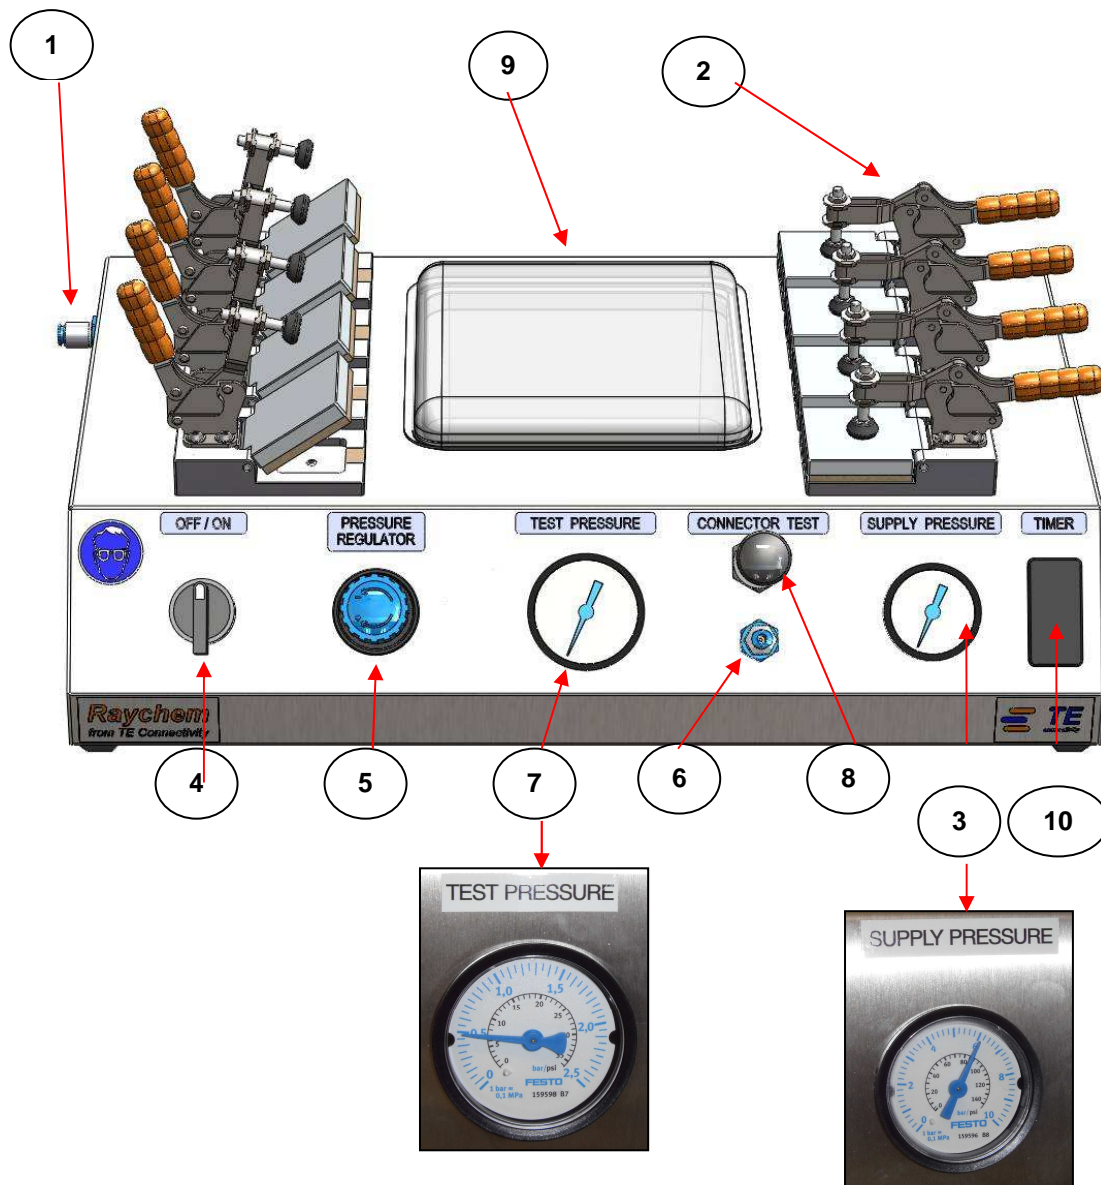

Abbildung 5. Frontplatte und Draufsicht
2.5 Anschluss Druckluft (Pos. 1 / Abbildung 5)
Verbinder-Test (Pos. 8 / Abbildung 5)
Knebelklemmen (Pos. 2 / Abbildung 5)
Hauptschalter (Pos. 4 / Abbildung 5)
Druckregler (Pos. 5 / Abbildung 5)
Der Druckregler ist ein an der Frontplatte vorgesehener Drehschalter, der den Luftdruck, der den Knebelklemmen und der Anschlussstelle für den Verbinder-Test zugeführt wird, beschränkt. Wenn dieser Schalter im Uhrzeigersinn gedreht wird, wird der zugeführte Testdruck auf **maximal 2,5 bar** erhöht (siehe *Abbildung 5*).
Testdruck (Pos. 7 / Abbildung 5)
Diese Messanzeige befindet sich in der Mitte der Frontplatte und zeigt den Testdruck des Druckreglers an. Dieser Testdruck wirkt auf die eingeklemmten Kabelenden ein. Dieser Druck wird durch ein sorgfältiges Einstellen des Druckreglers bestimmt (siehe Abb. 5).
Zufuhrdruck (Pos. 3 / Abbildung 5)
Diese Messanzeige an der rechten Seite der Frontplatte zeigt den zugeführten, nicht regulierten Luftdruck an. Die auf dieser Anzeige erscheinenden Werte hängen von der Eingangsluftzufuhr ab und können über den Regler des AD-3050 nicht verändert werden (siehe Abbildung 5). Der Zufuhrdruck **darf höchstens 6 bar** betragen.
3.7 Notaus (Pos. 4 / Abbildung 5)